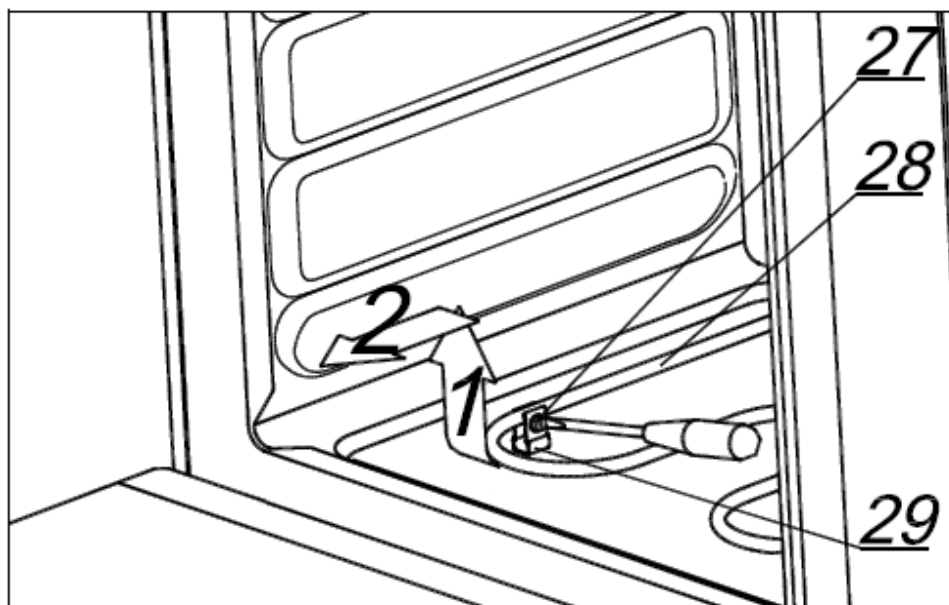

Рисунок 9 - Замена электронагревателя
- с помощью отвёртки выкрутить винты (27) – 4 шт., удерживающие электронагреватель (28) в зажимах (29) (рис.9);